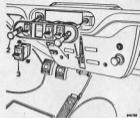

Abb. 2
- (1) Batterieverbindungen lösen.
- (2) Heizungskabel von Wasserventil lösen.
- (3) Chokokabel von den Vergasern abnehmen.
- (4) Die Schlitzmutter lösen, die die Heizungs- und Chokokabel an der Schaltertafel sichern. Kabelenden geringfügig aus der Tafel hervorstechen lassen (Abb. 2).
- (5) Schaltertafel aus Ober Ausparung in der Paketablage herausziehen.
- (6) Den entsprechenden Kippschalter durch Herantreten seiner Halteösen und Herausnahme aus der Schaltertafel entfernen (Abb. 2).